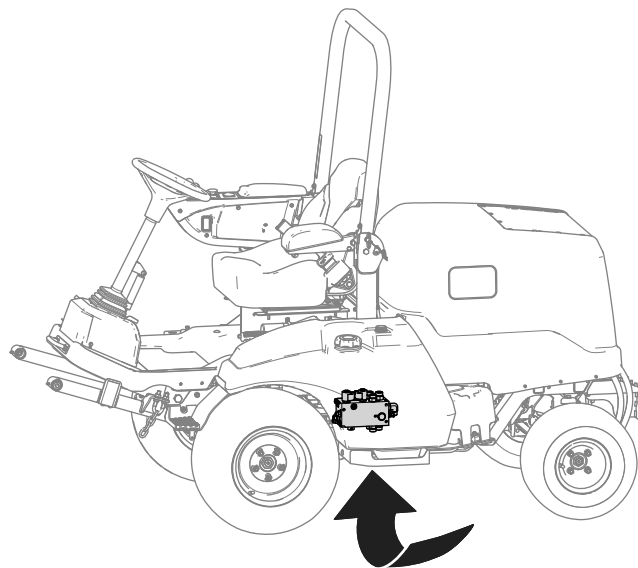

Figura 19
- Individuate il collettore di sollevamento sotto la macchina (Figura 19).